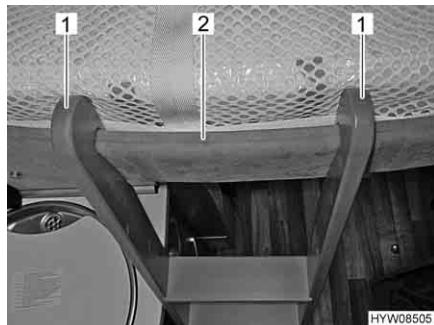

Fig. 69 Scaletta di accesso
**Agganciare:** ■ Agganciare la scaletta di accesso con le due staffe (Fig. 69,1) nella barra di presa (Fig. 69,2) al letto basculante.
**Stivamento:** ■ Staccare la scaletta di accesso dalla barra di presa (Fig. 69,2) nel letto basculante.